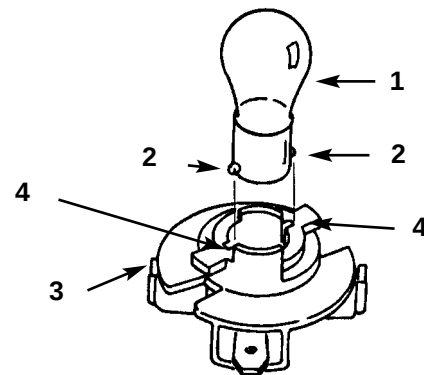

Fig. 19
4. Tryk pæren ind og drej den mod uret, til den ikke kan komme længere (ca. 1/4 omgang). Fjern så pæren fra pæreholderen (fig. 19).
1. Pæren har metalstifter på siden af fatningen. Stifterne rettes ind med udskaaringerne i pæreholderen og fatningen sættes ind i holderen (fig. 19). Pæren trykkes ind og drejes med uret, til den ikke kan komme længere.